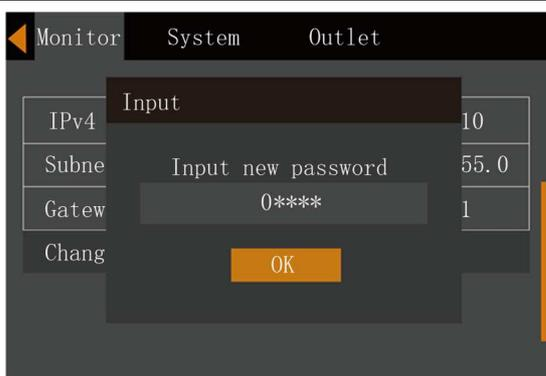

Figura 5-27 Introducción de contraseña nueva
4. Introduzca la contraseña actual y pulse la tecla **Enter** para confirmar; llegados a este punto, se pedirá al usuario que introduzca una contraseña nueva. Véase la Figura 5-27.